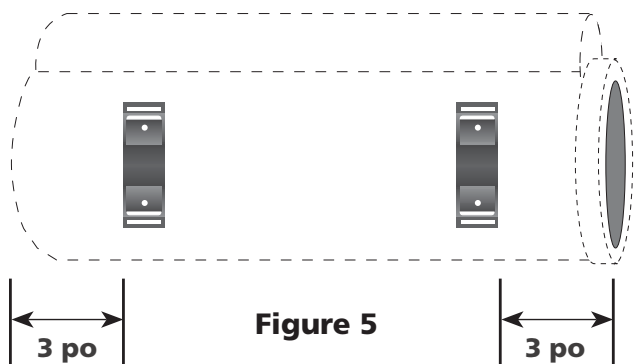

Figure 5
4. Déplacez les supports de manière à ce qu'ils soient espacés d'environ 3 pouces entre chaque extrémité du boîtier comme indiqué à la figure 5.